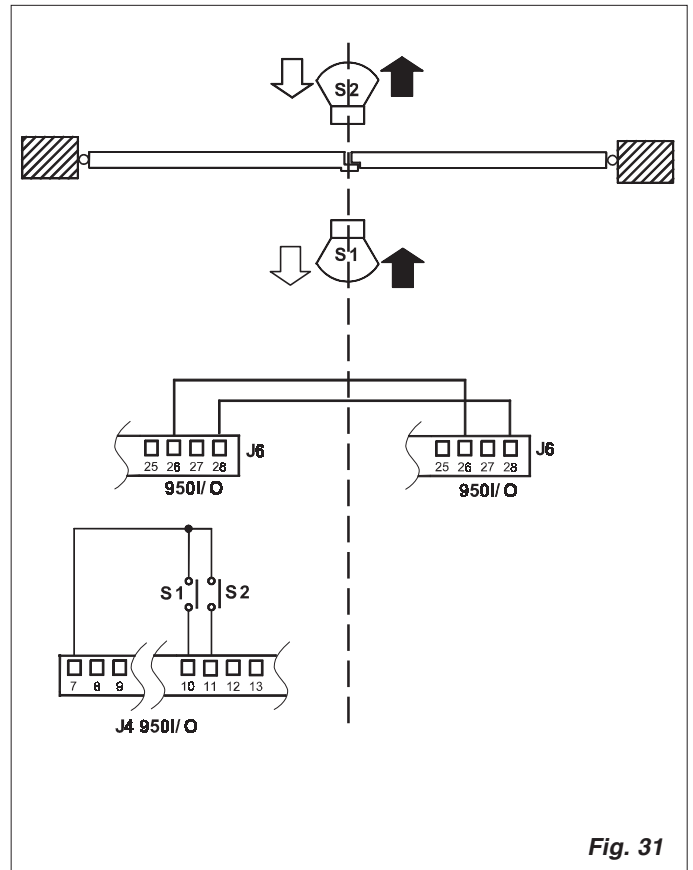

Fig. 31
- Utfør koplingen mellom 950 I/O kontrollenheten og de to automatikkene som vist i Fig. 31